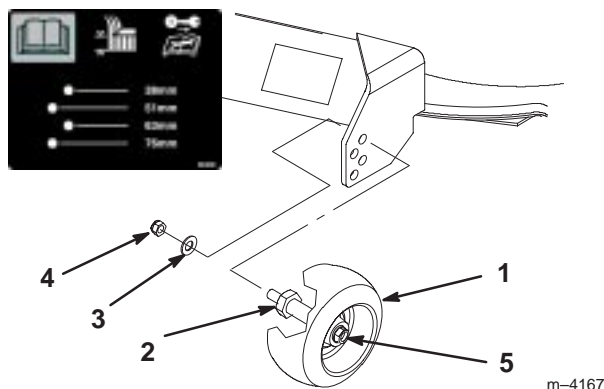

Bild 23
3. Entfernen Sie nach dem Einstellen der Schnitthöhe die Mutter und Scheibe, während Sie den Bolzen mit einem Schraubenschlüssel festhalten (Bild 23).
Hinweis: Entfernen Sie nicht die Radmutter und Scheibe (Bild 23).
4. Wählen Sie eine solche Höhe, bei der die Radstelze der gewünschten Schnitthöhe so nahe wie möglich ist (Bild 23).
5. Montieren Sie die Bolzenmutter und Scheibe (Bild 23).